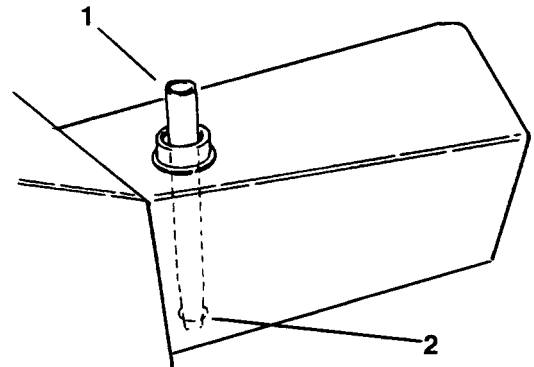

Figure 29
2. Si l'on ne doit changer que le filtre, enlever le bouchon du réservoir et introduire l'obturateur du réservoir (Fig. 29) pour bloquer la sortie.